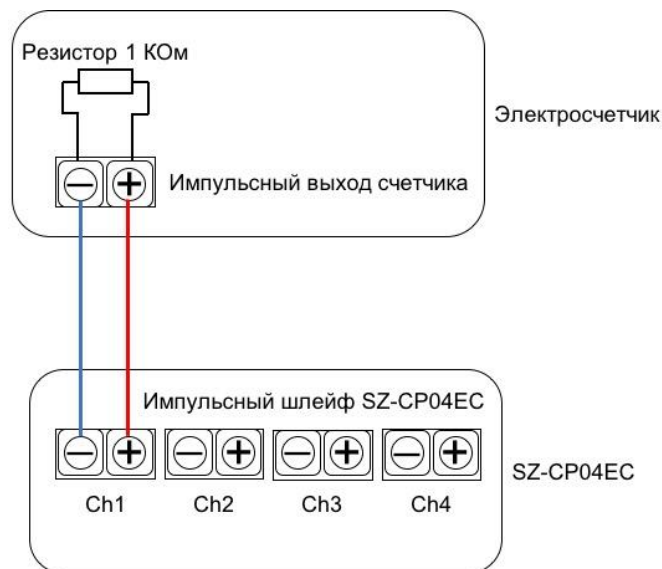

Рисунок 6 — Схема подключения
3. Произвести подключение телеметрических импульсных выходов счетчиков электроэнергии к входам устройства *SZ-CP04EC*, соблюдая полярность (рисунок 6). Полярность входов указана на корпусе устройства *SZ-CP04EC*. Полярность выходов со счетчиков электроэнергии нужно смотреть в документации от производителя счетчиков. Для поддержки контроля целостности цепи необходимо подключить резистор со стороны подключаемого счетчика электроэнергии, как показано на рисунке 6.